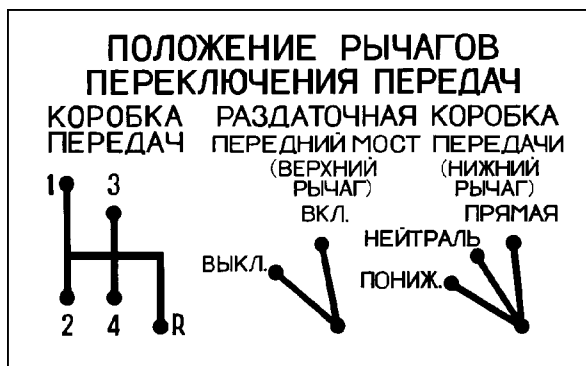

Рис. 3.3. Схема положений рычагов коробки передач и рычагов раздаточной коробки
- 11 -рычаг переключения передач** (см. рис. 3.3);
- 12 -рычаг включения переднего моста** (см. рис. 3.3). Имеет два положения: переднее - мост включен; заднее - мост выключен;
- 13 -рычаг включения передач раздаточной коробки** (см. рис. 3.3). Имеет три положения: переднее - включена прямая передача, среднее - нейтральное положение, заднее - включена понижающая передача;